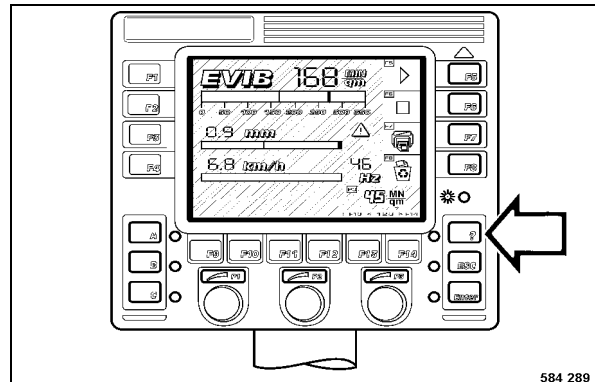

Fig. 201
- Press key "?“ (menu) (Fig. 201).